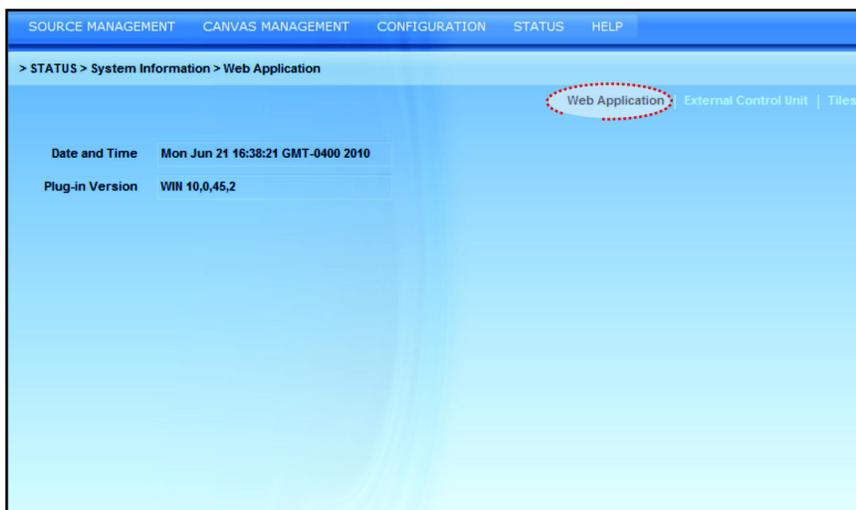

Рис. 3-50 Состояние > Информация о системе > Веб-приложение
3. Выберите в показанном списке **Веб-приложение**. (Рис. 3-50).